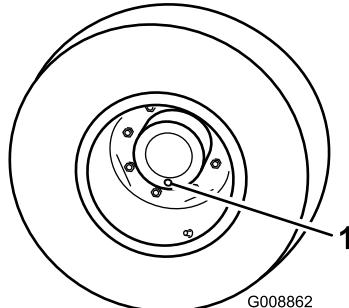

Figura 81
- Con la rueda colocada de modo que un tapón de verificación esté en la posición más baja (las 6) (Figura 81), aparque la máquina en una superficie nivelada, accione el freno de estacionamiento, baje las carcchas del cortacésped, apague el motor y retire la llave.